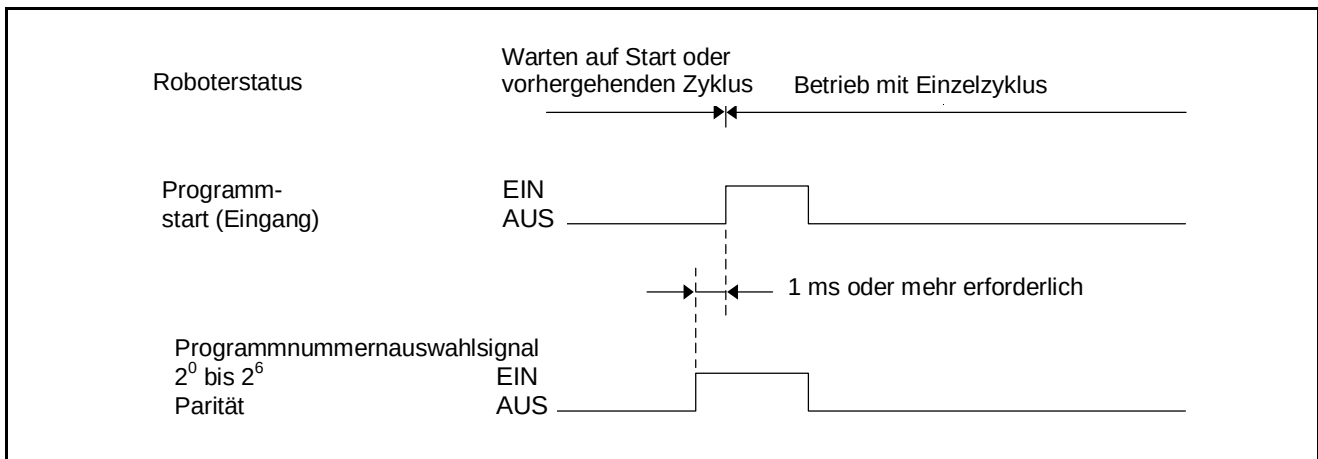

Abbildung 5-36 Programmnummernauswahlsignal
(3) Eingangsbedingungen und Bedienung
- ① Dieses Signal kann nur im externen Modus ausgeführt werden. In anderen Modi wird ein Fehler (FEHLER21E2, 21E4, 21E6) angezeigt, und die Terminal-Motorstromversorgung wird ausgeschaltet.
- ② Wie in Tabelle 5-13 dargestellt, besteht das Programmnummernauswahlsignal aus 8 Bits: den Bits 2^0 bis 2^6 und dem Paritätsbit.
- ③ Geben Sie eine Dezimal-Programmnummer ein, indem Sie sie in Bits 2^0 bis 2^6 und Paritätsbit konvertieren.
- ④ "EIN" steht für den Bitwert = 1, "AUS" steht für den Bitwert = 0, und das Paritätsbit hat eine ungerade Parität.
- ⑤ Wie in Abbildung 5-36 dargestellt, müssen Sie das Programmnummernauswahlsignal vor dem Programmstartsignal (1 ms oder mehr) eingeben und den Status beibehalten, bis der Roboter zu Arbeiten beginnt. Wenn diese Bedingung nicht erfüllt ist, werden FEHLER2031 oder FEHLER2033 angezeigt, der Motor wird ausgeschaltet, und der Modus wird in den Auto-Modus gewechselt.